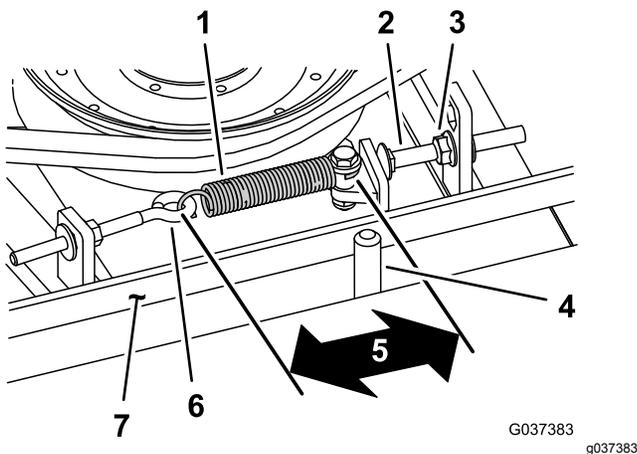

Figura 77
Quando a tensão estiver correta, a medida interior da mola de extensão (gancho a gancho) deverá ser de cerca de 8,3 cm a 9,5 cm. Logo que se obtenha a tensão correta da mola, ajuste o pino de fecho (parafuso da carroçaria) até haver uma folga aproximada de 2 a 5 mm entre a cabeça do parafuso e o braço intermédio (Figura 77).
**Nota:** Certifique-se de que correia está colocada no lado da mola do guia da correia (Figura 77).
2. Desaperte o parafuso com olhal permitindo a remoção da mola de extensão (Figura 77).
3. Desaperte a porca flangeada que prende o pino de fecho à patilha de montagem e afaste a polia intermédia da correia para libertar a tensão da correia (Figura 77).
9. Ligue a mola de extensão (Figura 77) ao parafuso de olhal e aplique a tensão na correia como se segue: